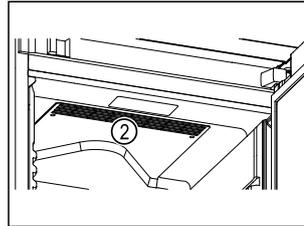

Fig. 65
- Mantenere libere le fessure di ventilazione Fig. 65 (2) della ventola di ricircolo nel vano interno.